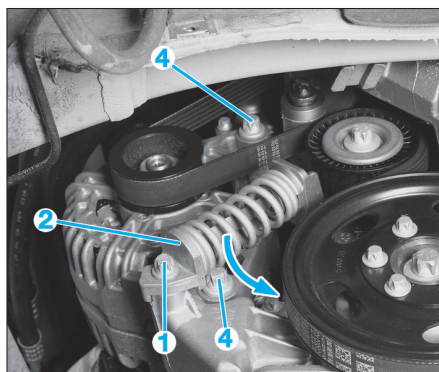
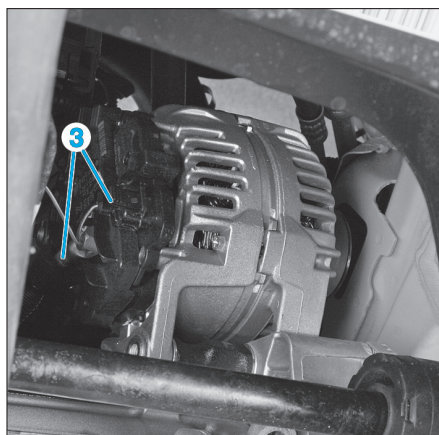

Fig. 1
Fig. 2
- Déposer la vis (1) (Fig.1).
- Pousser le dispositif de tension (2) dans le sens de la flèche afin d'accéder à la fixation inférieure de l'alternateur.
- Débrancher les câbles électriques (3) de l'alternateur (Fig.2).
- Déposer les vis (4) (Fig.1).